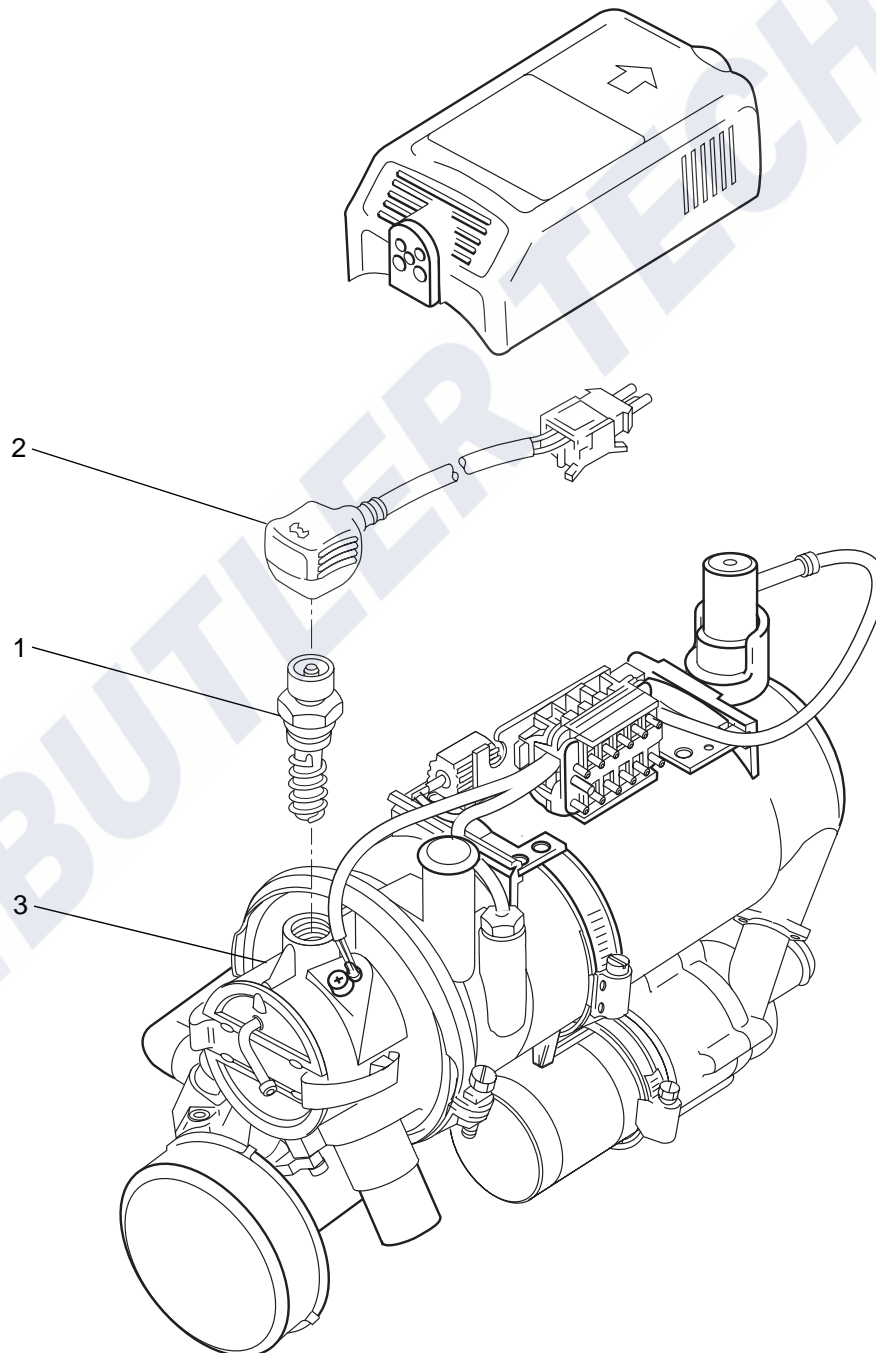

Abb. 905 Wechsel der Glühkerze
3. Kabelbaum (2, Abb. 905) von der Glühkerze (1) abziehen.
4. Glühkerze (1) aus dem Brennerkopf (3) heraus-schrauben.
2. Glühkerze (1, Abb. 905) in den Brennerkopf (3) einschrauben und mit 30 Nm anziehen.
3. Kabelbaum (2) auf die Glühkerze (1) aufstecken.